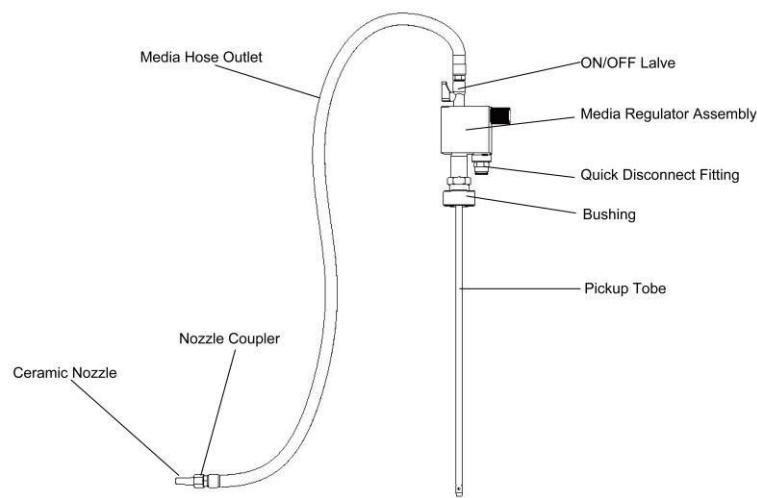

Figure 2
2. Vi rekommenderar att du monterar regulatorn först (bild 2).
Vrid kvartal-tums ventil 2 (bild 2) fast.